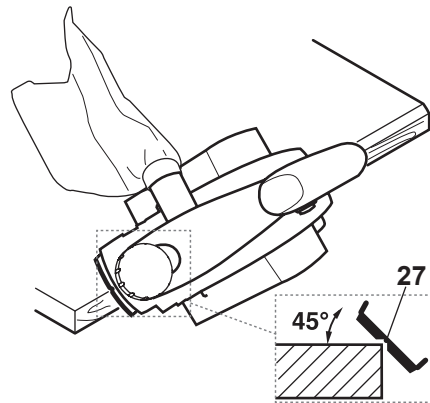

Fig. 11
- > Placez la rainure en V [27] sur le bord de la pièce à raboter (Fig. 11).